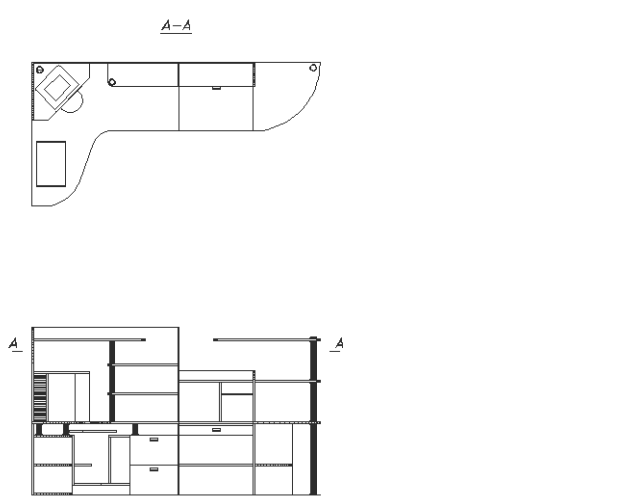

Рис. 10.12 ▼ Разрез А–А обозначен, за исключением стрелок на главном виде
15. Закройте палитру **Свойства** (Properties) и снимите выделение с текстовых объектов. Буквы, обозначающие разрез А–А на штрихах линии сечения, сместятся внутрь главного вида (рис. 10.12), однако мы на это обращать внимание пока что не будем, поскольку окончательную доработку обозначения линии сечения мы выполним в следующей главе.